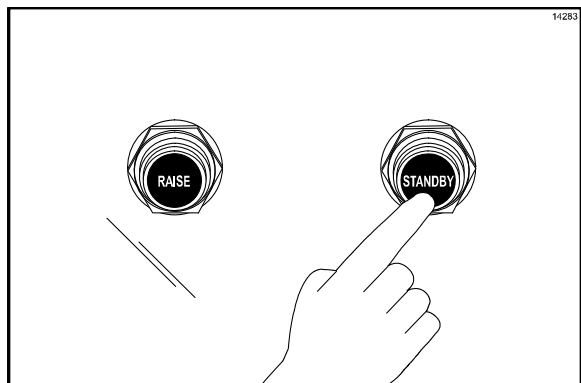

Figura 93
19. Pressione o botão STANDBY preto para baixar o platen do meio. (Veja a Figura 93.)